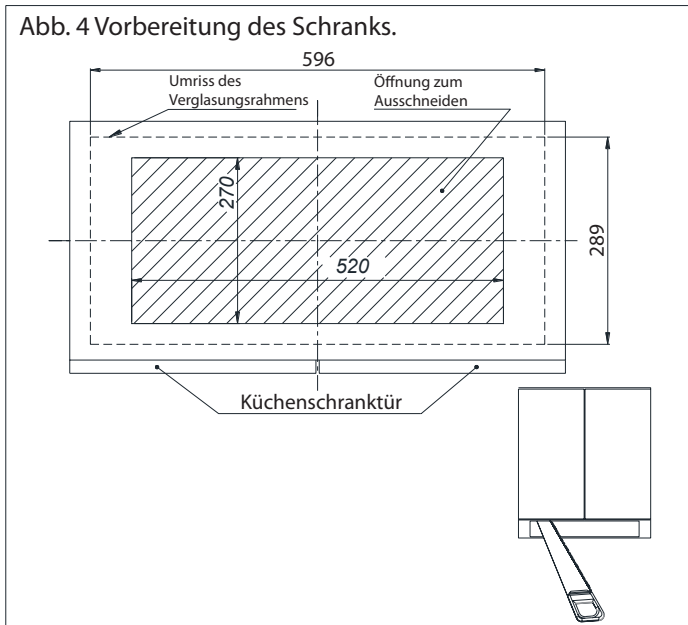

Abb. 5 Entfernen des Aluminium-Fettfilters
2. Entfernen Sie die Aluminium-Fettfilter (Abb.5).